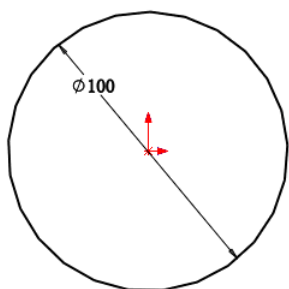

图 3-18 标注尺寸 1
2) 单击“草图”工具栏中的  (圆) 按钮, 在步骤 1) 中设置的基准面上绘制一个圆, 然后单击“草图”工具栏中的  (智能尺寸) 按钮, 标注绘制圆的尺寸, 如图 3-18 所示。